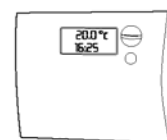

Fig. 4.2
- Установите термостат температуры в помещении на нужную температуру (примерно 20°C), если же в системе установлен таймер или терморегулятор, убедитесь в том, что он «активирован» и отрегулирован на нужное значение (приблизительно 20°C) (рис. 4.2).